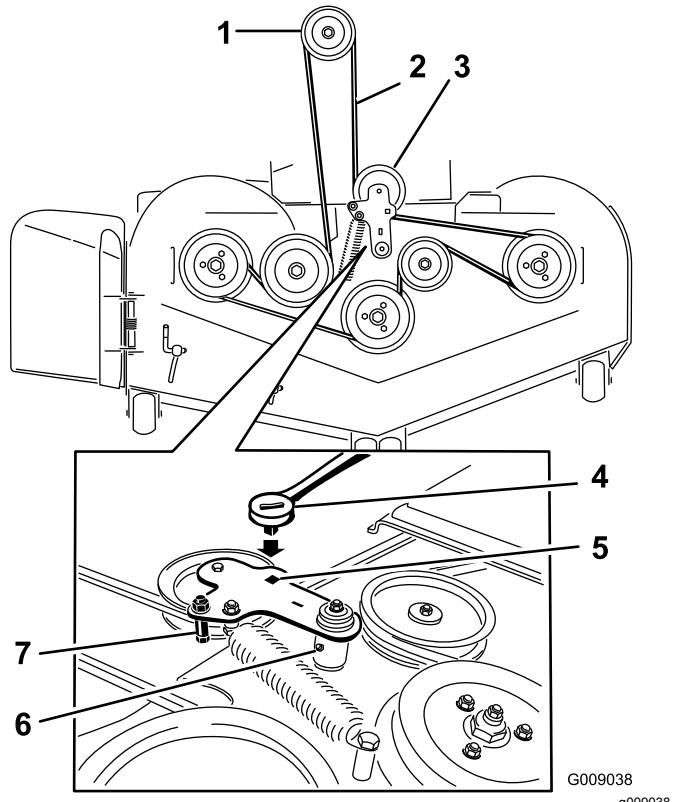

Figure 97
5. Soulevez le bac de plancher et insérez un rochet dans le trou carré de la poulie de tension du tablier (Figure 97).
6. Tournez la poulie de tension dans le sens horaire et déposez la courroie du tablier (Figure 97).